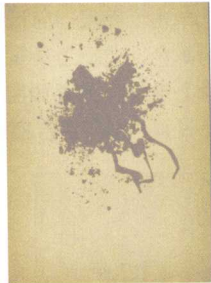

图 1-5
⑤ 将“素材 1”拖动到当前文件中, 按快捷键【Ctrl+T】适当调整图像的位置和大小, 效果如图 1-5 所示。